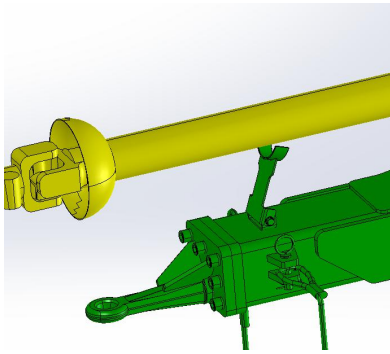

Рисунок 5.7
- отсоединить вал карданный от трактора и уложить его на опору рисунок 5.7;